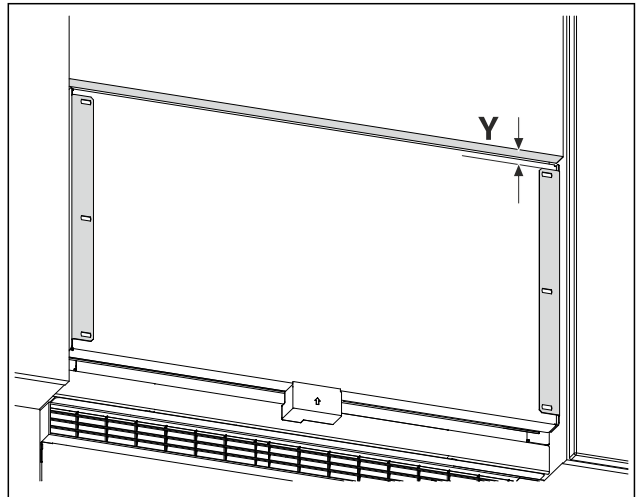

Fig. 23 Esimerkkikuva
- Mittaa etäisyys Fig. 23 (Y) kalusteoven alareunasta kiinnityskulmaan.